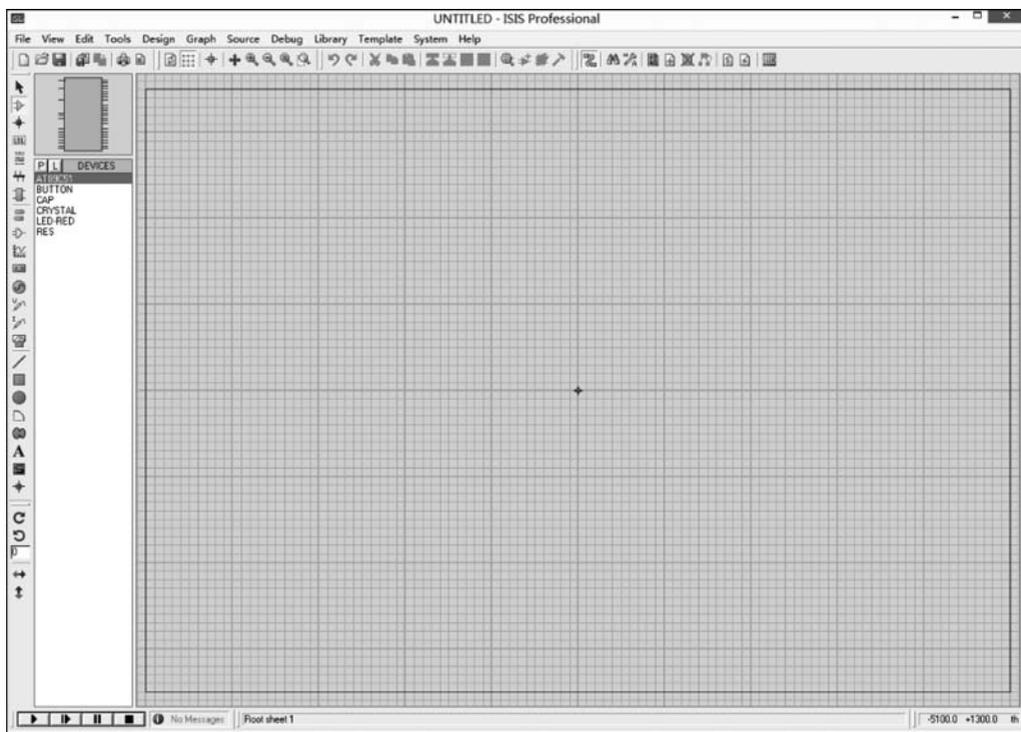

图 5-18 添加元件到 DEVICES 元件列表栏中
(3) 在元件选择窗口的 Keywords 文本框中输入元件关键字,搜索元件。Proteus 中部分常用的元件如表 5-1 所示,找到元件后,双击元件将元件添加到列表栏,如图 5-18 所示,添加后的元件列于 DEVICES 元件列表栏中。实例中所用到的元件有 AT89C51 单片机、按钮 BUTTON、晶振 CRYSTAL、发光二极管 LED-RED、电阻 RES 以及电容 CAP。